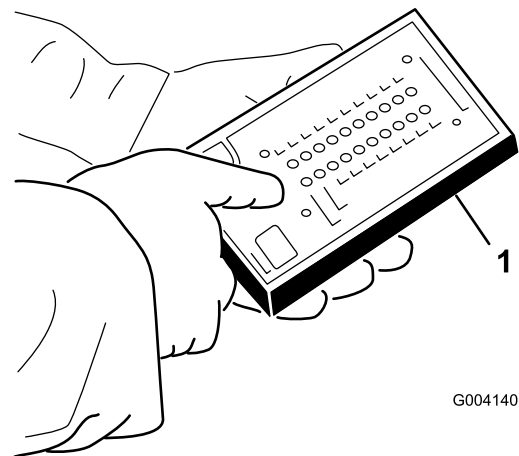

Bild 40
4. Schließen Sie den Stecker des ACE-Anzeigewerkzeugs am Diagnostikanschluss an (Bild 40).